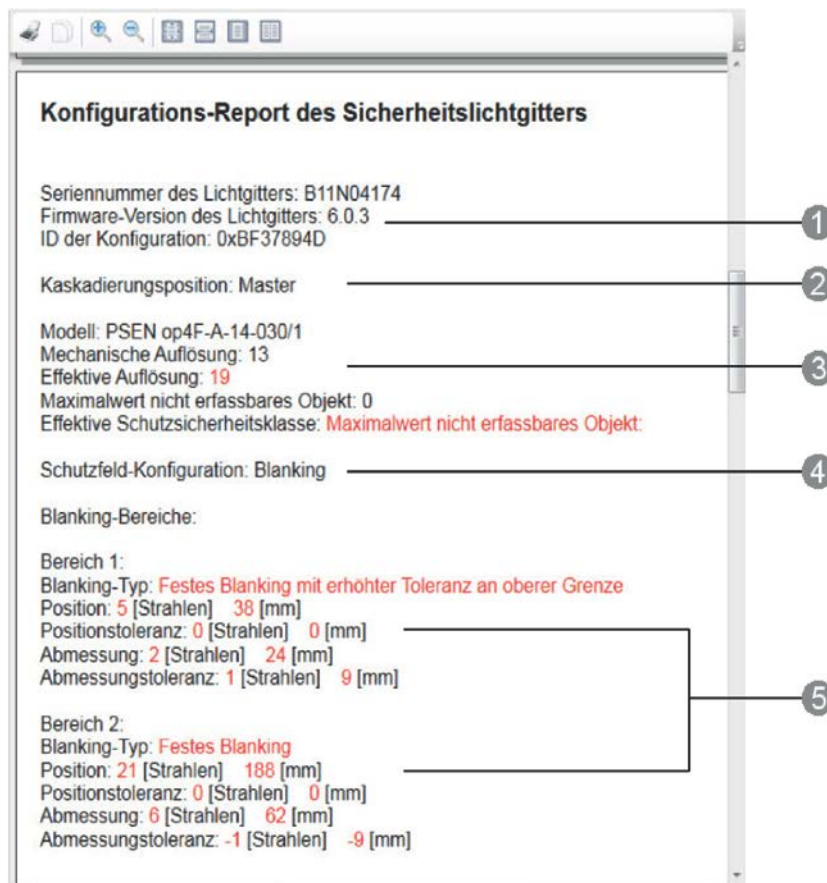

Abb. 30 – Sicherheitsreport
- 3) **Kontrolle des Reports:** Das Lichtgitter sendet dem PSENopt Configurator die empfangene Konfiguration wieder zurück und PSENopt Configurator erzeugt einen ausdruckbaren SICHERHEITSREPORT, in dem alle Informationen über die Sicherheit der laufenden Konfiguration enthalten sind (Abb. 30). Nachdem der gesamte Inhalt des Reports überprüft wurde, kann der Benutzer die Konfiguration annehmen: das Lichtgitter startet erneut den normalen Betrieb mit der neuen Konfiguration.